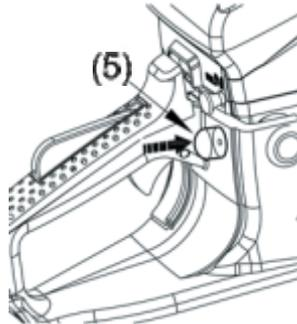

Рис. 6.4
5. Нажимайте на праймер для предварительной подкачки топлива (рис. 6.4 поз. 5) до тех пор, пока не увидите, что топливо начало циркулировать.